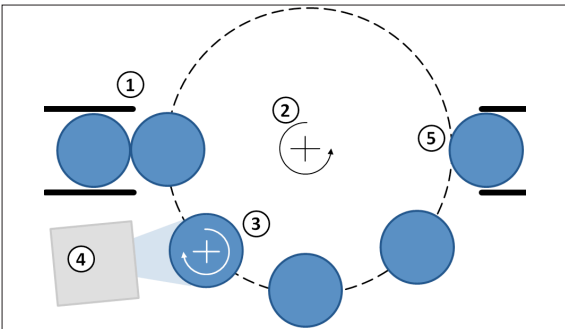

Abb. 2: Schematische Darstellung des ausgewählten Funktionsprinzips
Vorgehen: Wichtig war, zu wissen, welchen Grenzen die Sensoren zur Erkennung der Codes unterliegen. Um die Möglichkeiten abschätzen zu können, wurden die nötigen Informationen zur Sensorik bei Herstellern eingeholt und detaillierte Berechnungen durchgeführt. Der Code, welcher sich irgendwo auf der Etikette befindet, muss zudem zum Sensor ausgerichtet werden, damit dieser überhaupt Sichtkontakt hat. Von vier erarbeiteten Konzeptvarianten wurde schliesslich die beste ausgewählt. Das Funktionsprinzip (Abb. 2) sieht vor, dass die Vials gestaut (1) und anschliessend in eine Kreisbewegung überführt werden (2), welche sie vor dem Sensor positioniert. Dort werden sie um die eigene Achse rotiert (3), damit der Sensor (4) den Code erkennen kann. Danach wird das Vial an der richtigen Position aus der Kreisbewegung entlassen (5).